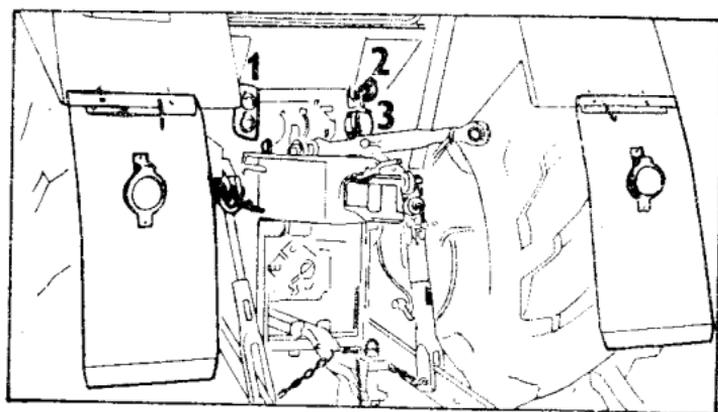

Fig. 28
1. Accouplement rapide (fig. 28/1)
2. Tête d'accouplement pour connecter le tuyau du réservoir à air du système de frein (fig. 28/2)
3. Prise de contact pour raccordement de l'éclairage de la remorque (fig. 28/3)